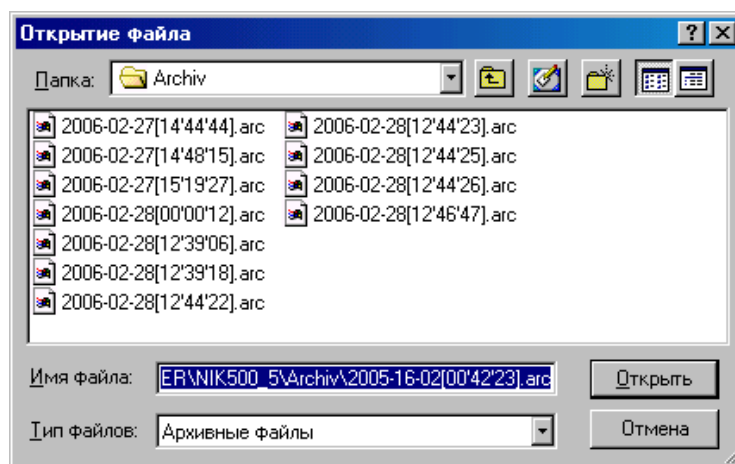

Рис. 2.10 Диалог выбора файлов из архива
2.4.17  «Открыть архивный файл». Эта единственная кнопка, нажатие на которую разрешено при открытии программы обработки архива. После нажатия на эту кнопку открывается диалог выбора файла из архива, представленный на рис. 2.10